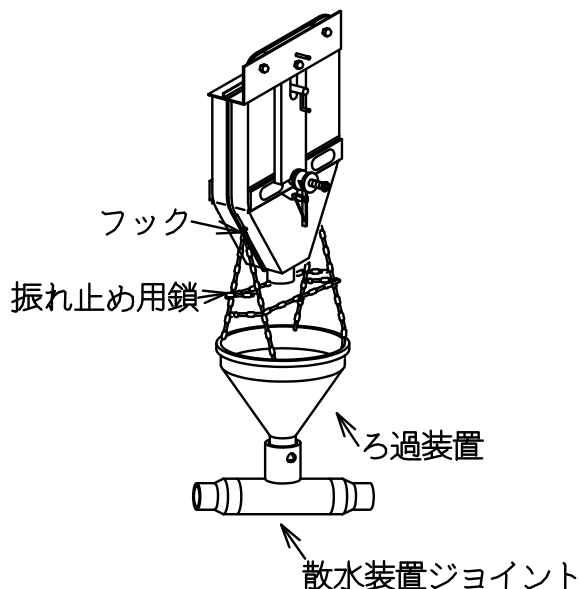
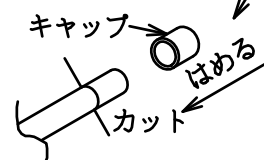

図15
図18
③水源とホースの接続
(5) ろ過装置の取付 (図15)
(6) 散水装置の取付
①散水幅の調整 (図18)
- ⑦使用する前に目詰まり防止の為、必ず散水装置端部のキャップ(P 10の図18のキャップ)をはずして、水を流して下さい。
- ⑧通路に灌水したくない場合は、散水装置にビニールテープを巻いて下さい。